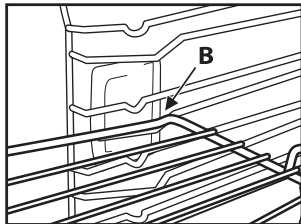

Fig. 2
2. Incline la parrilla en correspondencia con el punto de bloqueo "B" (fig. 2).